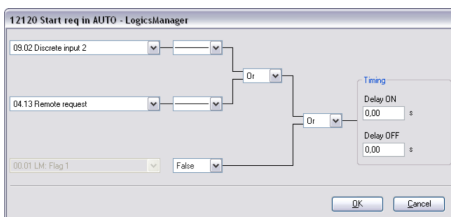

Abb. 239: LogicsManager-Funktion „Startanf. in AUTO“
2. Konfigurieren Sie die LogicsManager-Funktion 86.90 [12120 Startanforderung in AUTO] wie in (Abb. 239) gezeigt, um den Generator im Betriebsmodus „Automatisch“ zu starten, wenn der Digitaleingang [DI 02] („09.02 Digitaleingang 2“) angezogen oder eine Fernstartanforderung („04.13 Fernsteuer Start“ = über Schnittstelle) ausgegeben wird.